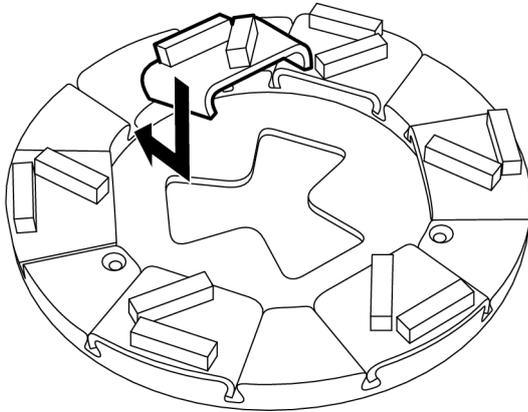

Abbildung 4-3. Montage der Schleifwerkzeuge
1. Führen Sie das Schleifwerkzeug von oben nach unten schräg in die dafür vorgesehene Führung im Werkzeughalter ein, siehe Abbildung 4-3, Seite 18. Schieben Sie das Werkzeug anschließend ganz in die Führung.
2. Führen Sie das neue Schleifwerkzeug schräg von oben nach unten in die dafür vorgesehene Führung im Werkzeughalter ein, siehe Abbildung 4-3, seite 18. Schieben Sie das Werkzeug anschließend ganz in die Führung.